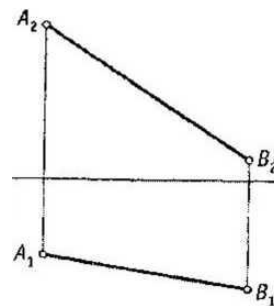

Рисунок 1.2.
3. Определить натуральную величину отрезка AB и угол наклона его к плоскости проекций, (рисунок 1.2)